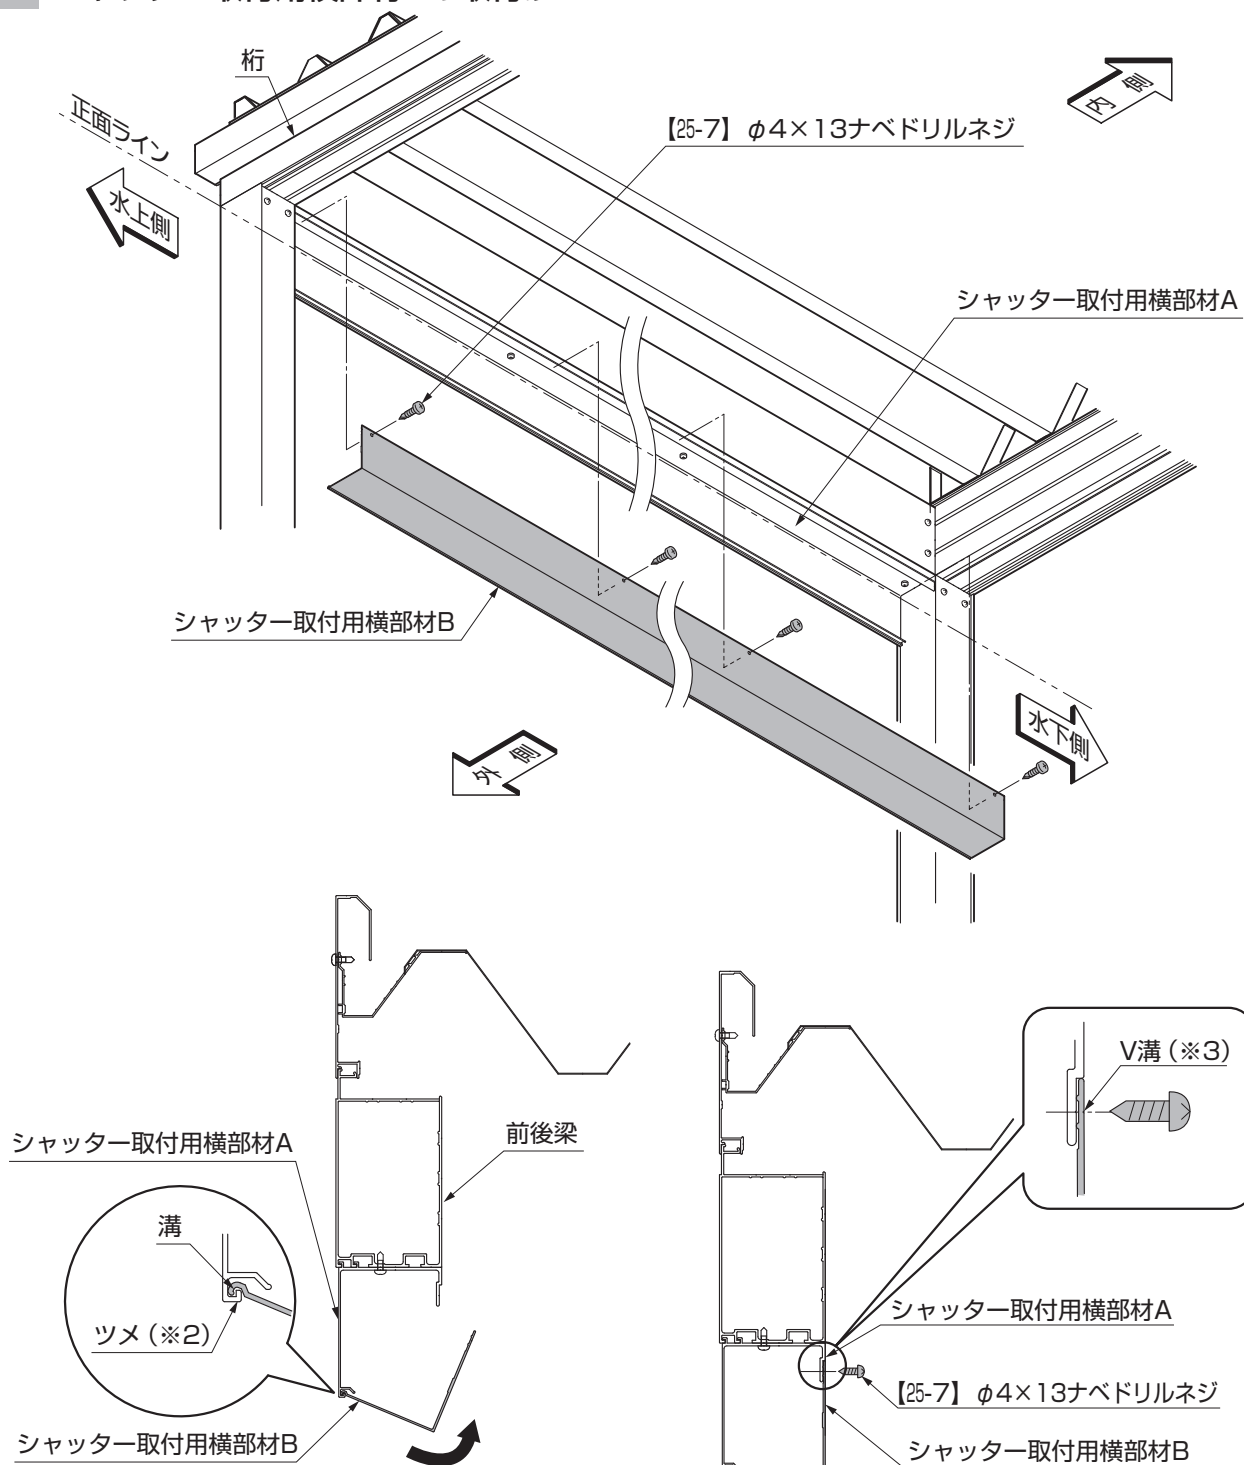

図2-2 シャッター取付用縦部材Bの勘合
- ① シャッター取付用横部材Bの溝をシャッター取付用横部材Aのツメ(※2)に引っ掛けて持ち上げ、シャッター取付用横部材AのV溝(※3)に【25-7】で固定してください。(図2-2、図2-3参照)